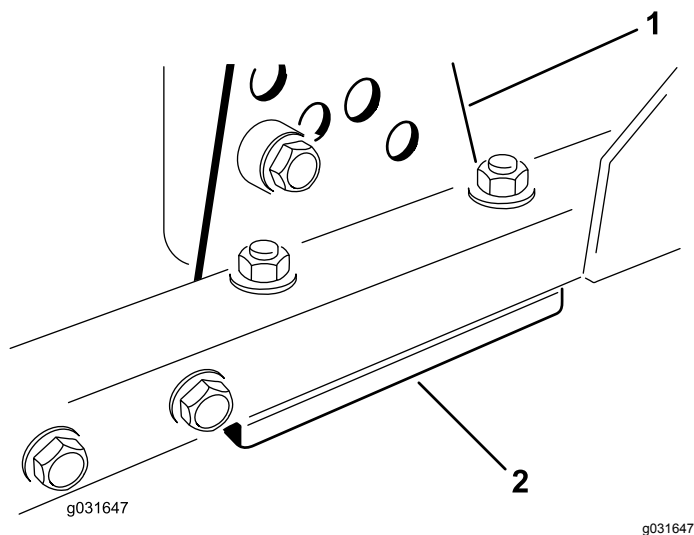

図 71
1. 刈り高ブラケット前、左、右のうち1つをデッキのフレームから外す 図 71。
- デッキフレームとブラケットとの間に厚さ 1.5 mm または 0.7 mm のシム、場合によってはこれらの両方を挿入して、希望する刈高を達成する 図 71。
- 余ったシムを刈り高ブラケットの下に入れ、刈り高ブラケットをデッキのフレームに取り付ける 図 71。